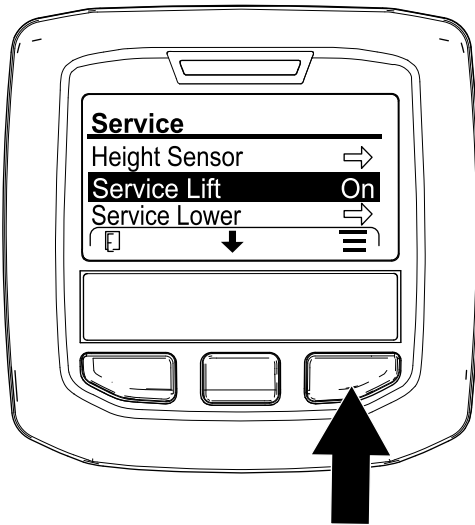

图 131
4. 按中间 InfoCenter 信息中心按钮直至 SERVICE LIFT 提升维修选项被选定 图 131 然后按右侧按钮。